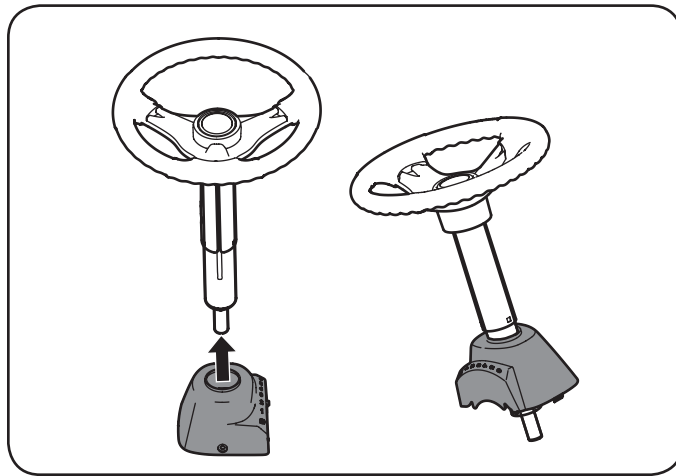

Figura 2
1. Deslice la tapa del pedestal sobre el árbol de la dirección de manera que dicho eje se instale en el tractor, la tapa del pedestal quedará vertical como se indica en la Figura 2.